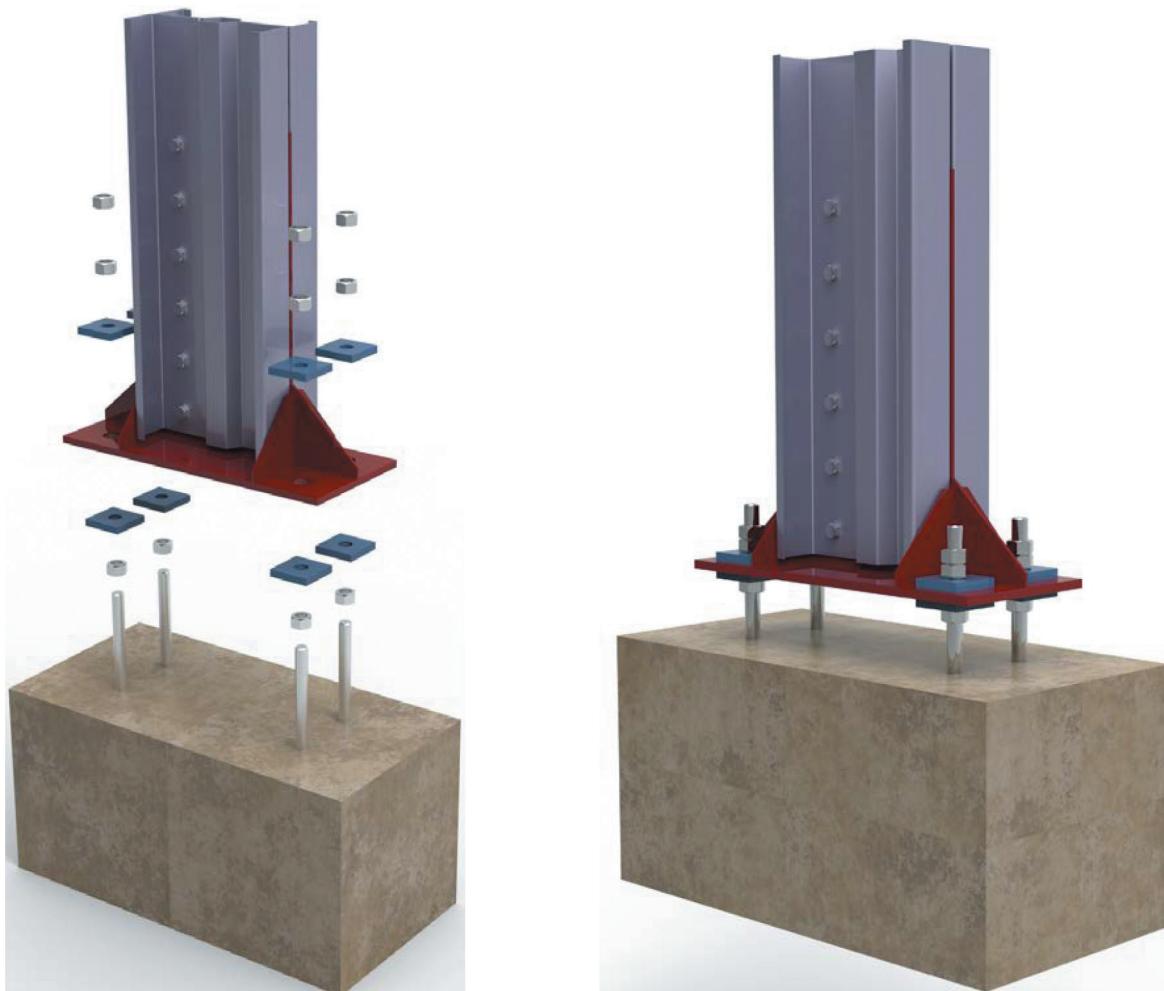

Рисунок 1.2
- Установить на анкерные болты выверочные шайбы с гайками (рис. 1.2).